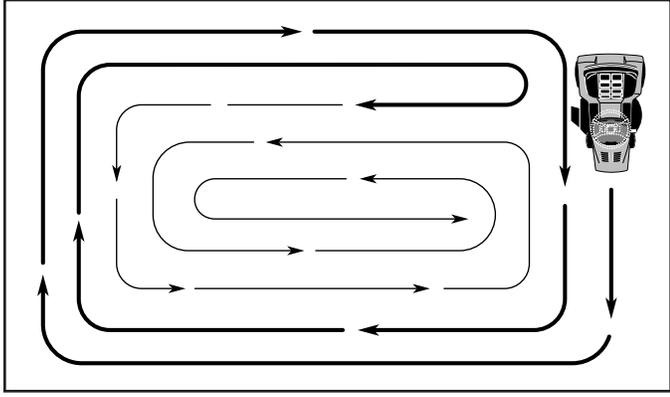

Fig. 13
- Al segar las áreas grandes, empiece girando a la derecha de modo que los recortes se descarquen, alejándose de los arbustos, cercos, entradas de automóviles, etc. Después de una o dos vueltas, siga en la dirección opuesta, haciendo virajes a la izquierda, hasta que termine (Vea Fig. 13).